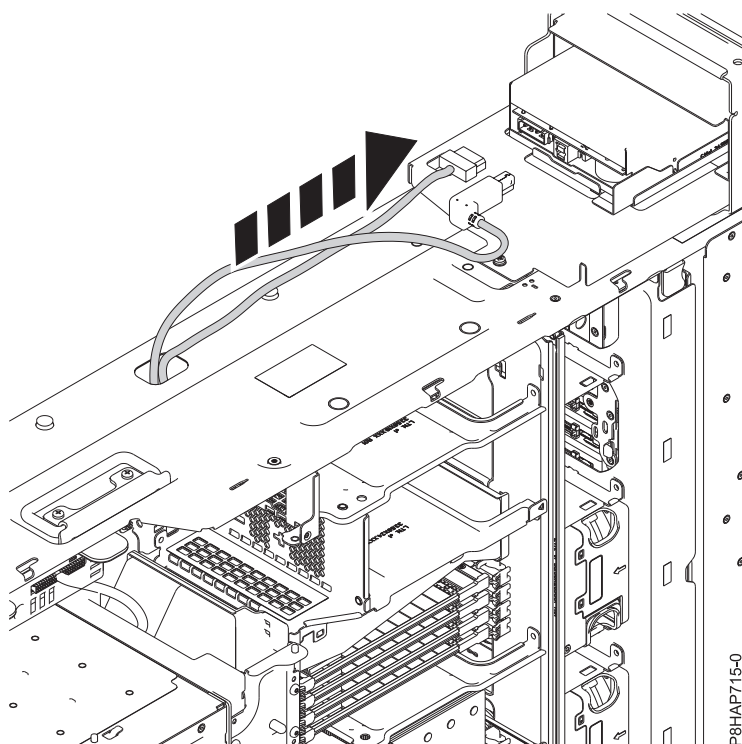

図 70. 内部 RDX ドッキング・ステーション (FC EUA3)の背面への USB ケーブルおよび電源ケーブルの接続
6. 電源ケーブルを 内部 RDX ドッキング・ステーション (FC EUA3)の背面に接続します。 89 ページの図 70 を参照してください。